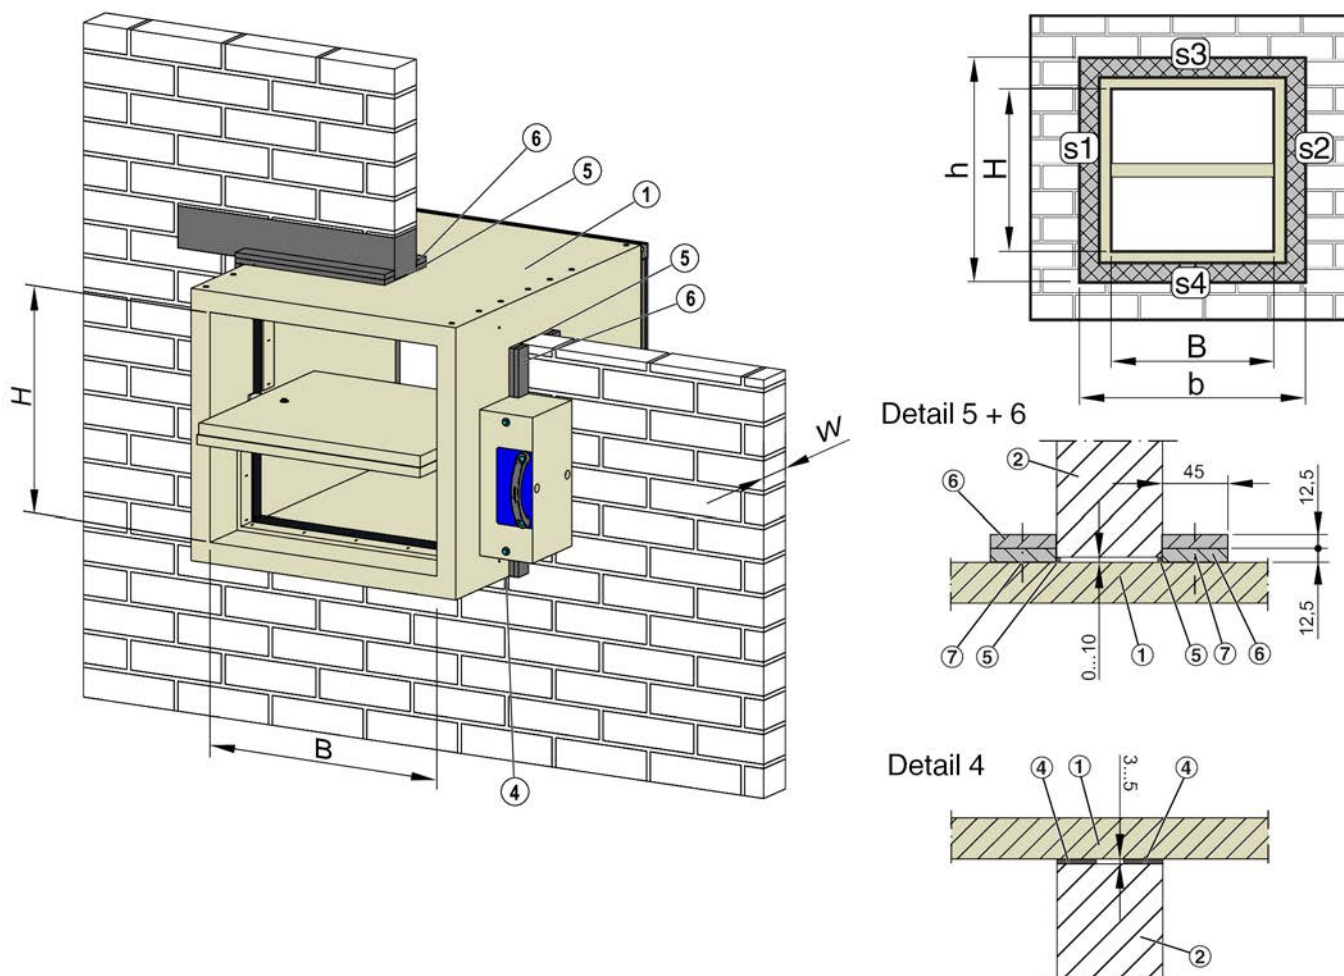

Fig. 12: Installazione senza muratura in muro solido, variante di installazione b, indice di classificazione:  $v_{ew}$
1. ► Realizzare un'apertura per l'installazione, come illustrato in Fig. 12 :